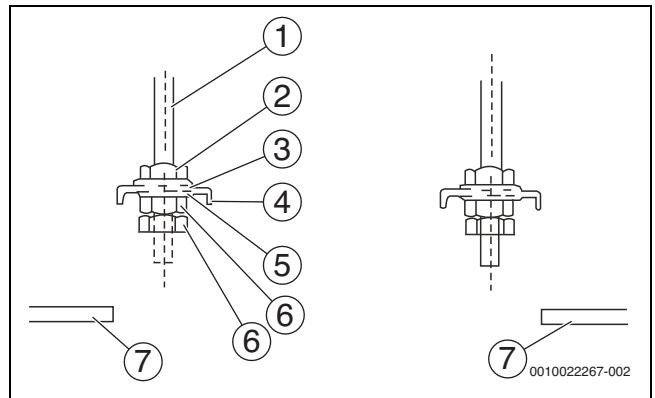

Bild 13
1. Position der Muttern nach Bedarf einstellen. Den Abstand zwischen Unterlegscheibe (unten) und Zwischendecke entsprechend den baulichen Gegebenheiten vor Ort auswählen (→ Abb. 13).